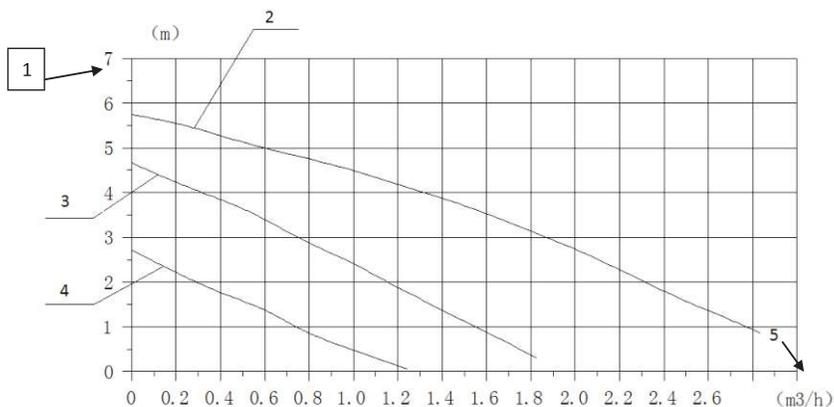

Рис. 6
3.8 Диаграмма характеристик циркуляционного насоса (рис. 6)